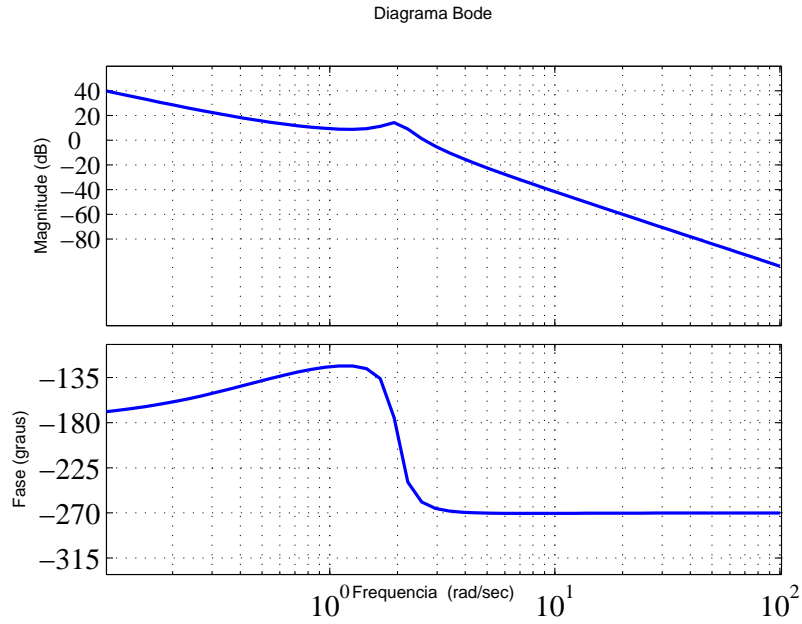

Figura 17: Diagrama de Bode de um sistema determinado experimentalmente do Exercício 23.
23. O diagrama de Bode de um sistema obtido experimentalmente é mostrado na Figura 17. Sabe-se que o sistema é de fase mínima (não possui polos nem zeros no semiplano direito do plano s). Pelo diagrama pode-se notar que existe um par de polos complexos em $\omega = 2$ rad/s.
- (d) No Matlab, conferir se a função de transferência obtida possui mesmo o diagrama de Bode mostrado na Figura 17. Conferir também as margens de ganho e fase medidas no Item 23a.